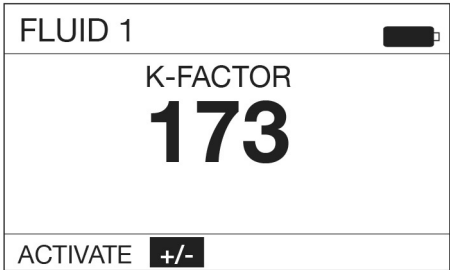

图 63
2. 使用键盘上的右箭头按钮高亮显示 +/-，然后按键盘上中央的 ENTER 按钮选择 +/- 选项（图 63）。
注意：选择此屏幕上的 GO BACK（返回）功能，将显示屏回到上一屏幕（如图 63 所示）。